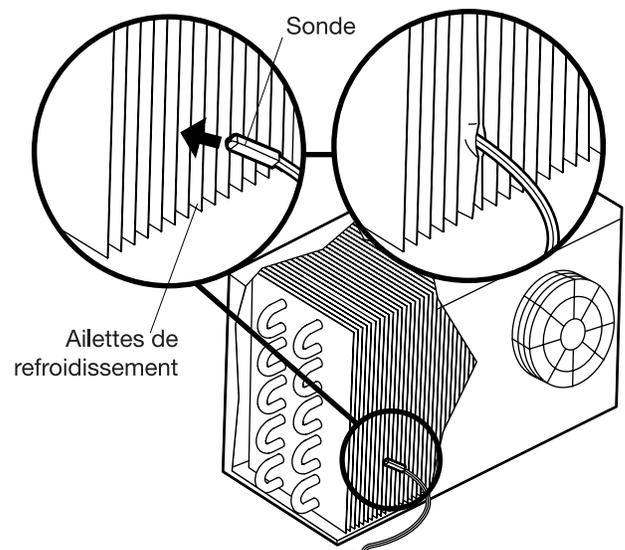

FIG. 5. Insérer la sonde à thermistance entre les ailettes de refroidissement de l'évaporateur
- Insérer la sonde entre les ailettes de refroidissement, comme illustré à la FIG. 5. S'assurer du bon contact entre la sonde et l'un des tubes de l'évaporateur. Ensuite, en utilisant une pince à bec effilé, pincer soigneusement les ailettes de refroidissement pour maintenir fermement la sonde en place.